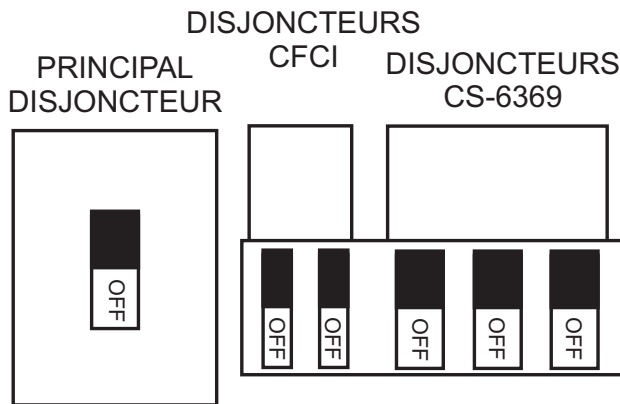

Figure 26. Disjoncteur Principal, GFCI ou Auxiliaire (OFF)
1. Placez le disjoncteur **principal**, **GFCI** ou **auxiliaire** (Figure 26) en position **OFF** avant de démarrer le moteur.
1. Placez les disjoncteurs **PRINCIPAL**, **GFCI** et de **CHARGE** comme indiqué sur la Figure 26 en position **OFF**.
2. Pour couper le moteur en cas d'urgence, placez les disjoncteurs **PRINCIPAL**, **GFCI** et de **CHARGE** (Figure 26) en position **OFF** (désactiver).